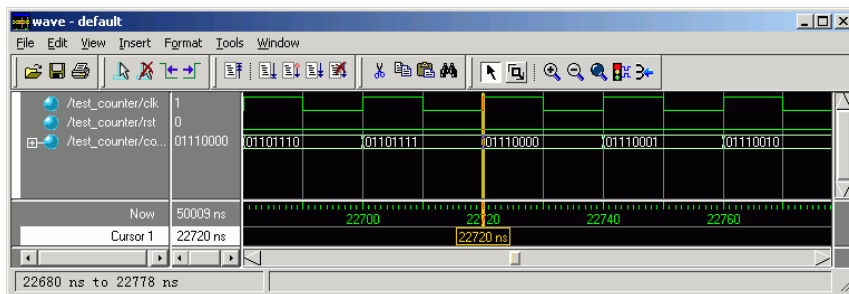

图3-40 波形窗口中的光标
- (1) 在波形窗口中指针标记着仿真的时间点，ModelSim 第一次绘制一个波形时，指针总是停留在仿真零点，在窗口显示区域的任何位置点击鼠标都会将指针移动到此处。在波形窗口中可以对指针进行命名、锁定、添加和删除等操作，使用指针可以测量时间间隔、快速查找信号翻转等。
- (2) 在波形窗口的工具栏中选择按钮或者使用【View】 / 【Mouse Mode】 / 【Select Mode】命令，按住鼠标左键，光标将随着鼠标在窗口中移动，鼠标点击之后光标将停留在点击的位置，如图 3-40 所示。
- (3) 光标在一定的范围之内总会自动附着在信号前向的翻转处，这个特性可以通过【Tools】 / 【Window Preferences】命令中的【Snap Distance】参数来调节，这个参数中为显示的像素数目，默认值为 10。